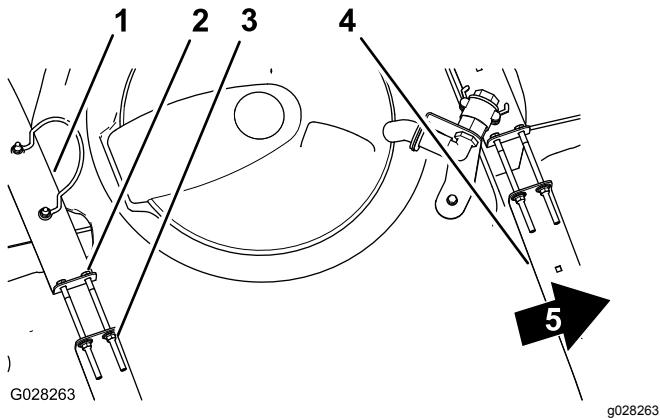

Figura 29
2. Compruebe si hay holgura entre los flejes y el depósito (Figura 29).
3. Si los flejes tienen holgura, apriete las contratuercas con arandela prensada y los pernos del extremo superior de los flejes hasta que los flejes queden apretados contra la superficie del depósito (Figura 29).